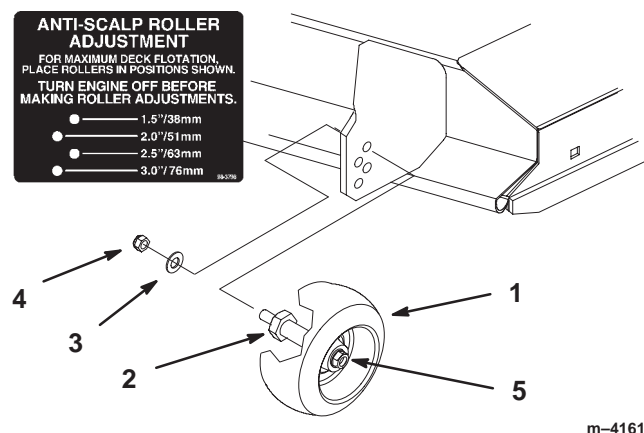

Figure 22
Remarque : Appuyez sur la pédale d'aide au relevage lorsque vous relevez le plateau de coupe. Cela facilitera le relevage du plateau (Fig. 22).
2. Lorsque la hauteur de coupe est réglée, enlevez l'écrou à collerette et la rondelle élastique tout en maintenant le goujon avec une clé (Fig. 22).
- Remarque :** N'enlevez pas l'écrou et la rondelle de la roue (Fig. 22).
3. Choisissez le trou pour que la roue de jauge se trouve le plus près possible de la hauteur de coupe correspondante voulue (Fig. 22).
4. Remettez l'écrou à collerette et la rondelle élastique. Serrez l'écrou à 54,2–61,0 Nm (40–45 pieds-livre) (Fig. 22).